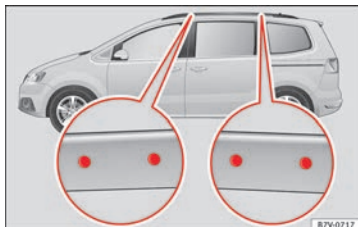

Fig. 173 Puntos de fijación de los soportes básicos y del portaequipajes de techo.
Los orificios de posicionamiento se encuentran en el lado interior de las barras laterales del techo » **fig. 173.**
- El soporte básico debe fijarse únicamente en los puntos indicados en la ilustración » **fig. 173.**